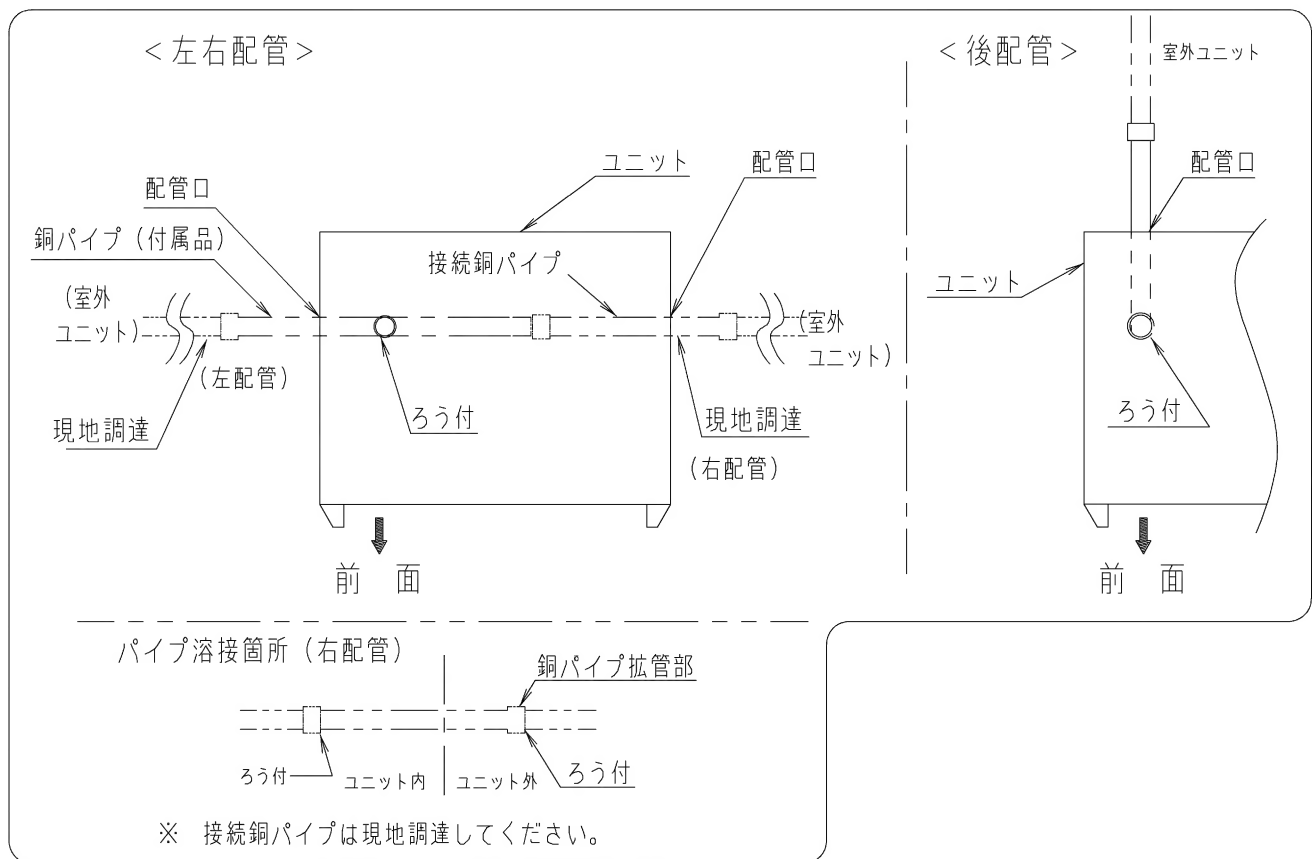

図5 ガス側配管接続図
- 据付場所により後面、左右側面の3方向へ配管できます。(図4・図5参照)
- 室内ユニットへのガス管・液管配管接続は、ろう付接続です。(図5参照)